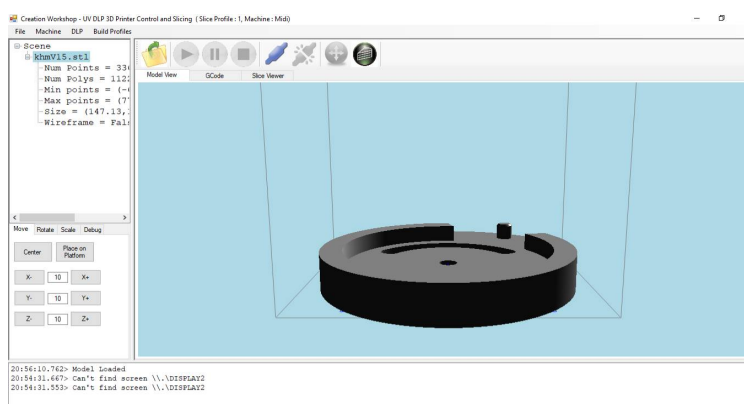

Рис. 18. 3D модель в окне программы
1. Добавление геометрии детали в рабочую область программы-принтера (рис. 18)